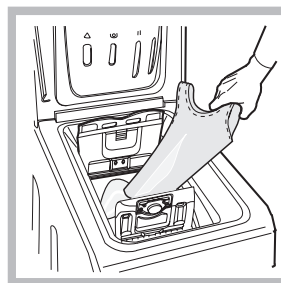

Fig. 3
C) Introducción de la ropa (Fig. 3):